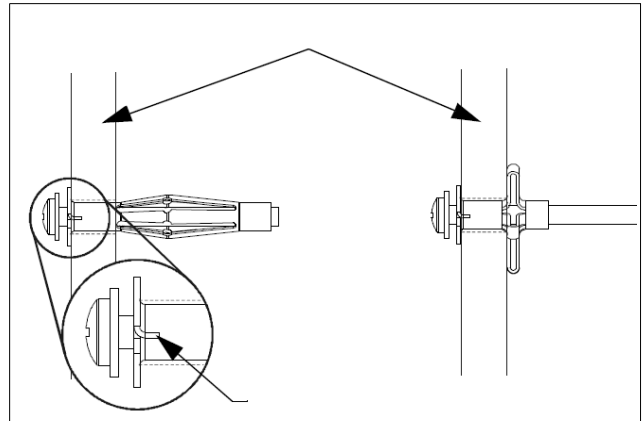

図 3
3.ボードアンカーは図3のようにツメが壁に食い込むように、かつ、壁裏で傘がひらいてしっかりと固定されているようにしてください。
3.図のように、補強材部分の固定には木ネジを、ボードアンカーをセットした部分にはボードアンカーにとりつけてあったネジで取り付けてください。(図3を参照してください)